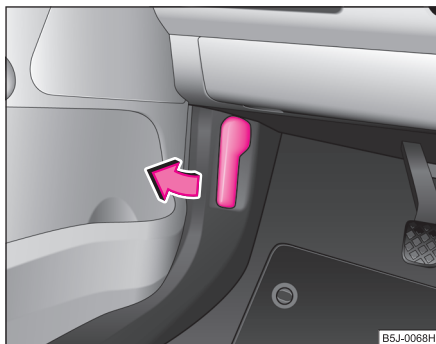

Fig. 141 Bonnet release lever
⇒ fig. 141.
- Unlock the bonnet ⇒ page 197, fig. 141.